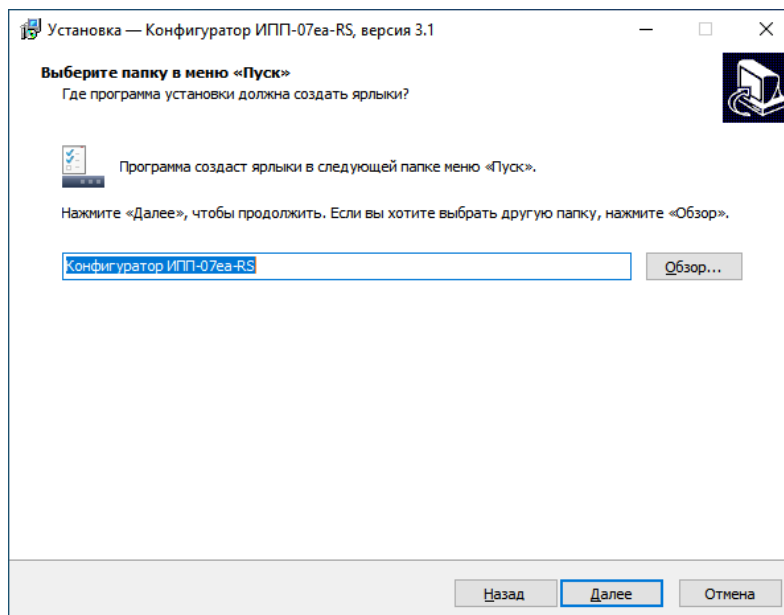

Рисунок 1.3 - Окно «Выберите папку в меню «Пуск»»
3) В окне «Выберите папку в меню «Пуск»» (Рисунок 1.3) необходимо выбрать папку в меню «Пуск» нажав кнопку «Обзор». После нажать кнопку «Далее». По умолчанию в меню «Пуск» будет создана папка «Конфигуратор ИПП-07еа-RS».